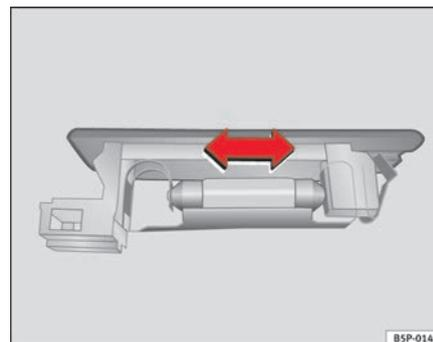

Fig. 162 Luz do porta-bagagens
- Pressione a lâmpada na parte lateral e extraia-a do respectivo alojamento ⇒ fig. 162. ■